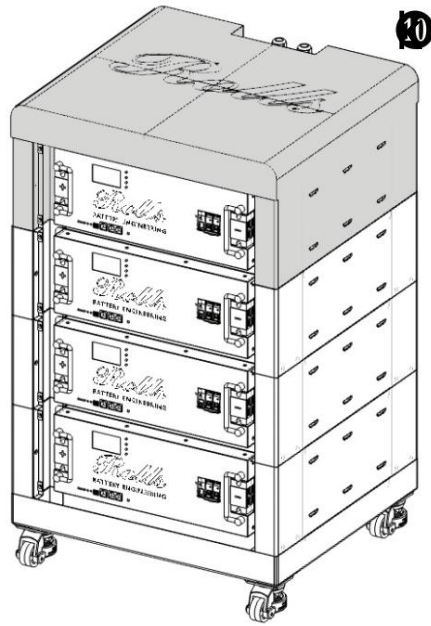

Figura 5.0
1.9 Con los paneles laterales instalados, coloque el conjunto superior del gabinete K en las 4 columnas superiores y asegúrelo usando dos de los tornillos M5 de 10 mm suministrados en cada columna, como se muestra en la Figura 5.0.